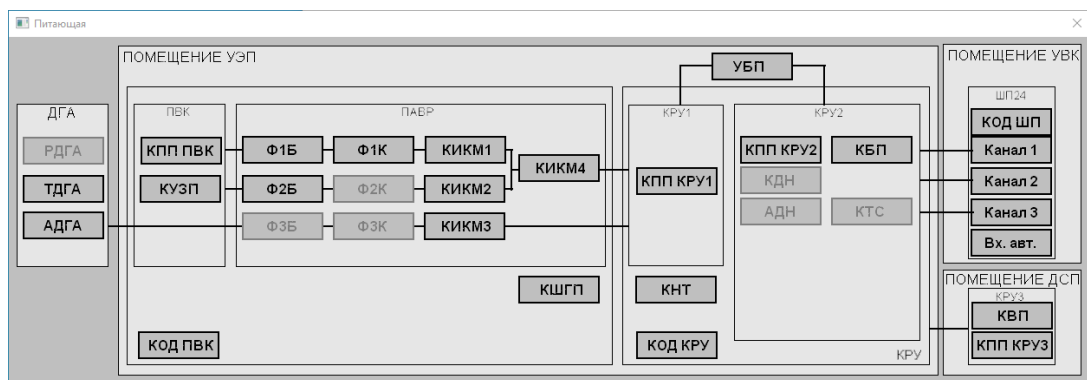

Рисунок 4.11.1
4.11.1 Окно отображения состояния устройств в шкафах УЭП (питающей) (рисунок 4.11.1) открывается при нажатии кнопки «Шкафы» в области кнопок панели управления и выборе в появившемся меню строки «Питающая».